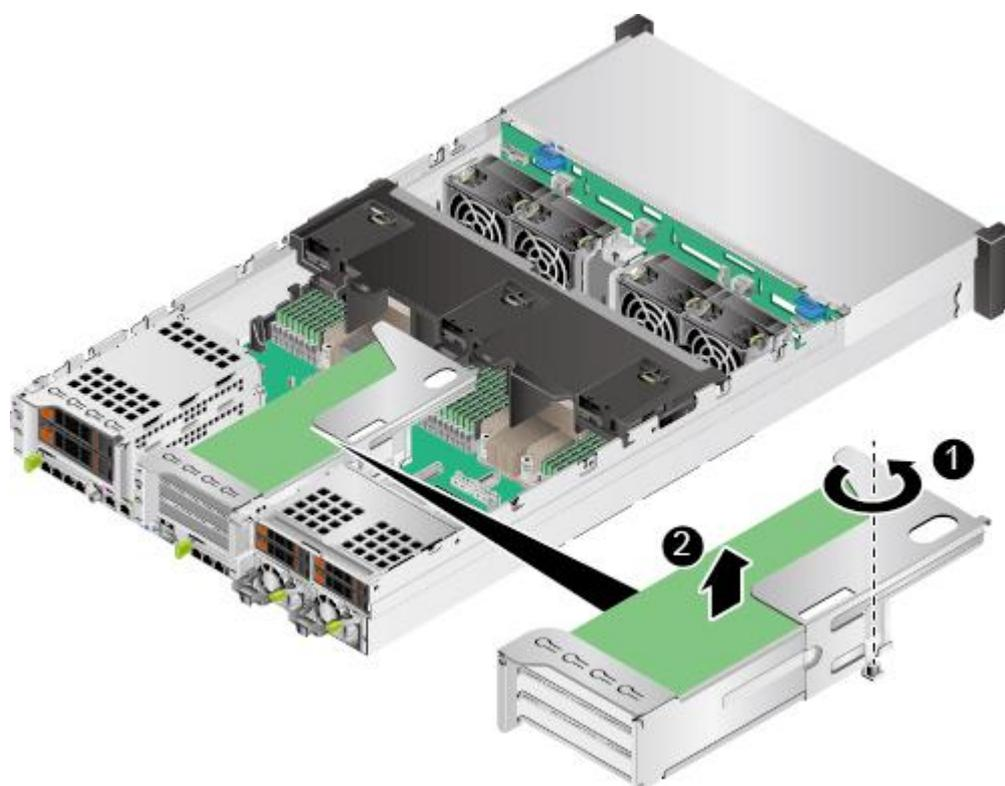
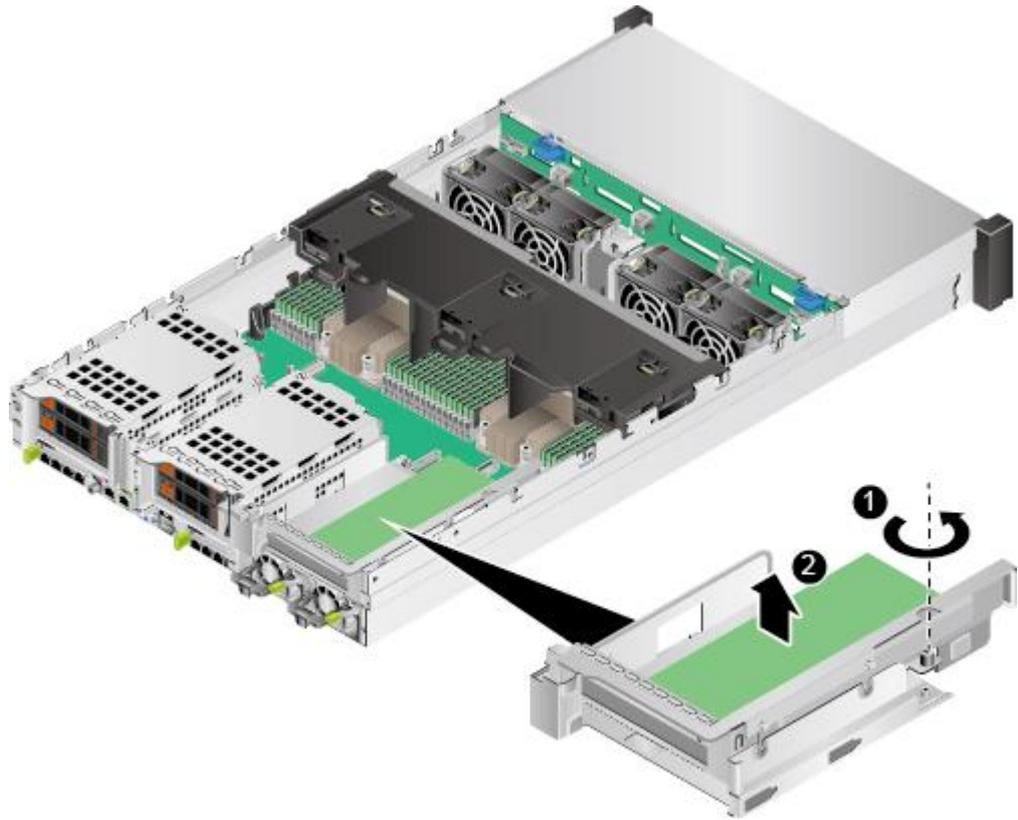

图 3-20 拆卸 Riser 卡托架 (1)
图 3-21 拆卸 Riser 卡托架 (2)
6. 拧开固定 Riser 托架的螺钉并向上抬起 Riser 卡托架，如图 3-20 和图 3-21 所示。